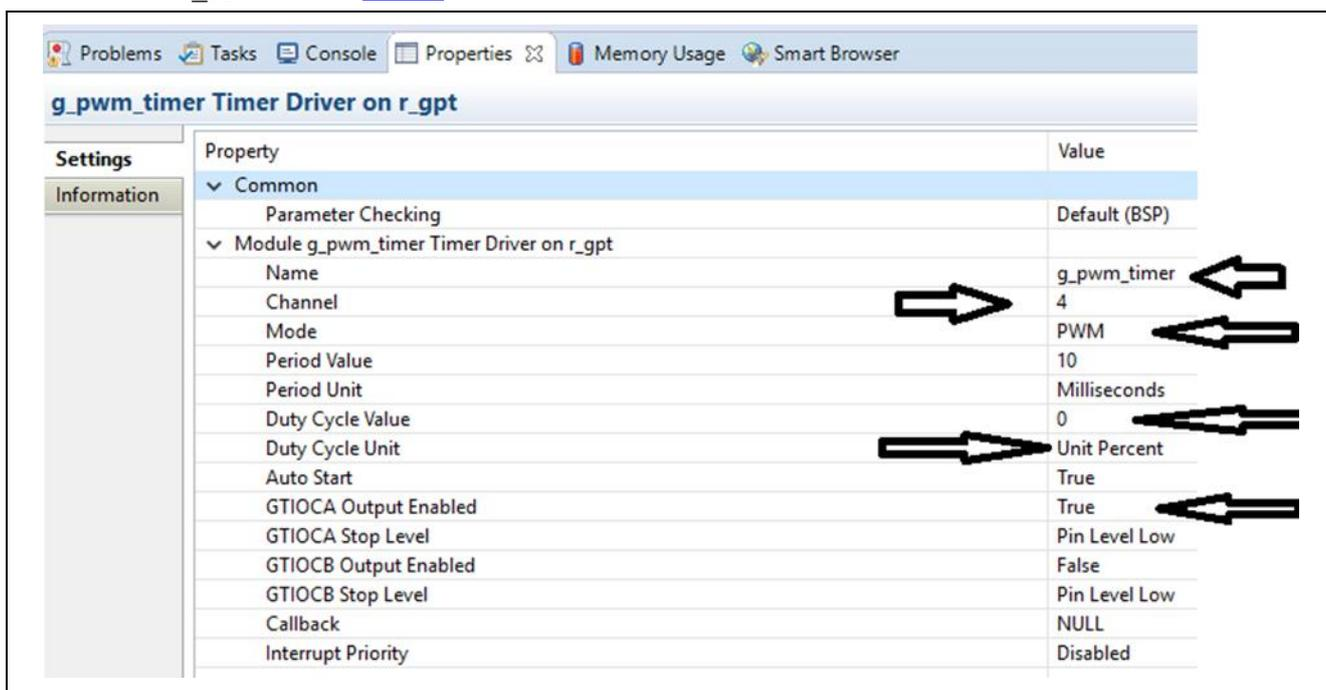

図 7 GPT モジュールのプロパティウィンドウ
- r\_gpt ドライバの **[Properties]** タブに移動し、図 7 に示すようにプロパティを設定します。GPT ドライバのプロパティの詳細については、GPT モジュールガイド (GPT module guide) を参照してください。キーワード「r\_gpt」をこのリンクで使用して、GPT モジュールのガイド資料をダウンロードします。